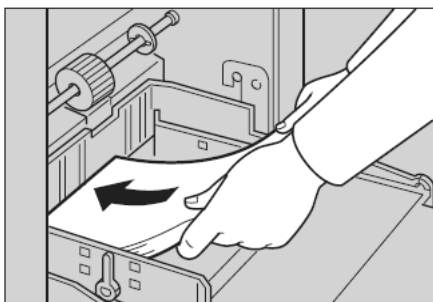
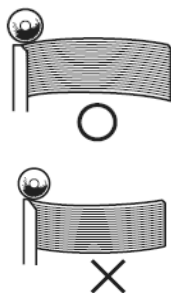

图 5-9 将纸装入进纸盘
图 5-10 卷曲面向下摆放卷曲纸张
- ③ 将纸装入进纸盘，如图 5-9 所示。注意装纸前，请弄平卷曲的纸张。如果无法弄平，请将纸张卷曲面向下摆起来，如图 5-10 所示。